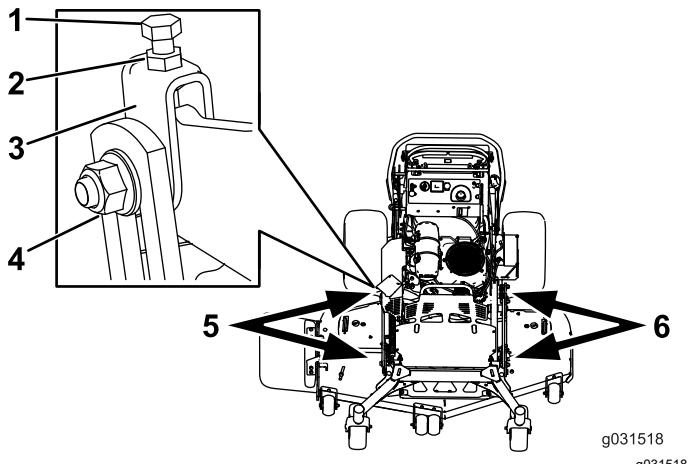

Figure 82
- Desserrez l'écrou latéral et l'écrou de blocage dans les chapes que vous voulez régler (Figure 82).
- Tournez le boulon supérieur de ces chapes pour régler la hauteur du tablier de coupe (Figure 82).